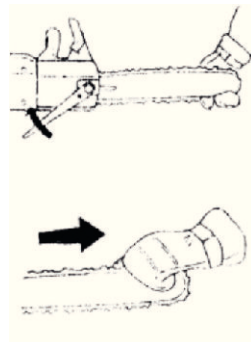

рис. 5
4. Приподнимите конец шины и натяните цепь. Цепь считается натянутой правильно, если она не имеет провисания с нижней стороны шины, но легко движется от руки. Приподнимите конец шины и затяните гайку крепления шины комбинированным ключом. Если цепь новая, натяжение цепи следует проверять почаще до тех пор, пока цепь не приработается. Регулярно проверяйте натяжение цепи. Правильно натянутая цепь обеспечивает высокую производительность и продолжительный срок службы (**см. Рис. 5**).